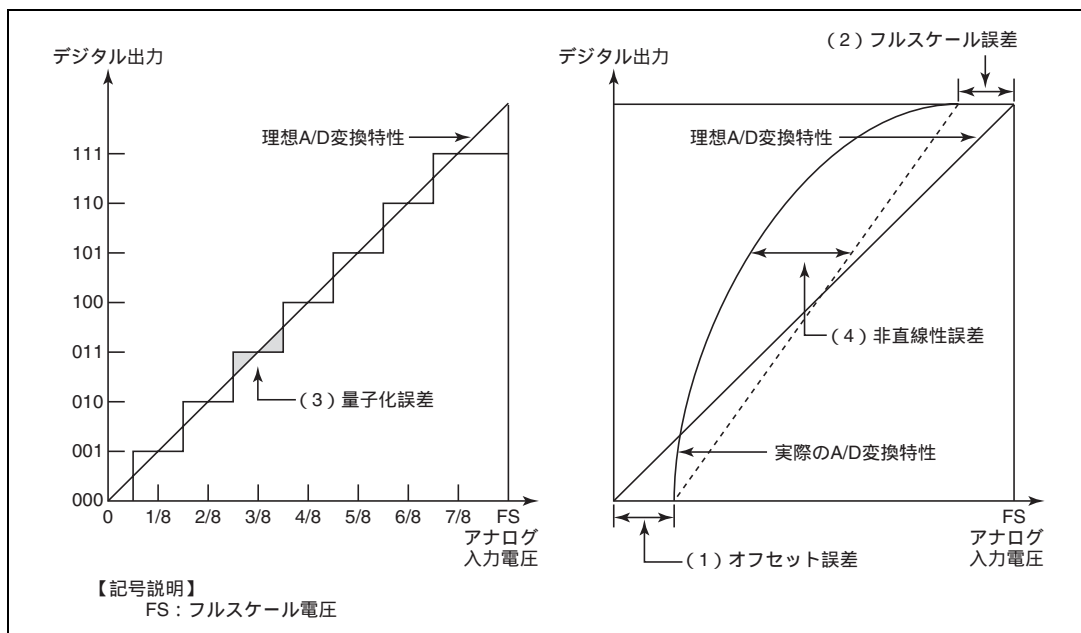

図 14.7 A/D 変換精度の定義
- (1) オフセット誤差
- (2) フルスケール誤差
- (3) 量子化誤差
- (4) 非直線性誤差
図 14.7 に沿って、上記 (1) ~ (4) の誤差を説明します。ただし、図ではわかりやすいように、10 ビットの中速 A/D 変換器を 3 ビットの中速 A/D 変換器に単純化しています。オフセット誤差とは、デジタル出力値が最小値 (ゼロ電圧) 000000000 (図では 000) から 000000001 (図では 001) に変化するときの、実際の A/D 変換特性と理想 A/D 変換特性との偏差 (図 14.7 (1)) です。フルスケール誤差とは、デジタル出力値が 111111110 (図では 110) から最大値 (フルスケール電圧) 111111111 (図では 111) に変化するときの、実際の A/D 変換特性と理想 A/D 変換特性との偏差 (図 14.7 (2)) です。量子化誤差とは、中速 A/D 変換器が本質的に有する誤差であり、1/2LSB で表されます (図 14.7 (3))。非直線性誤差とは、ゼロ電圧からフルスケール電圧までの間の実際の A/D 変換特性と理想 A/D 変換特性との偏差 (図 14.7 (4)) です。ただし、オフセット誤差、フルスケール誤差、量子化誤差は含みません。